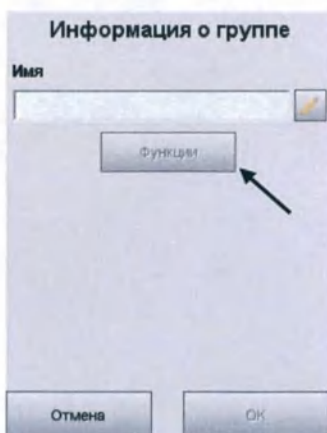

Рис.3-62 Информация о группе
3. На следующем экране (Рис.3-62) нажмите  и введите уникальное имя для группы пользователей. Нажмите .
4. Чтобы назначить групповые функции пользовательской группе, нажмите **<Функции>** (Рис.3-62).